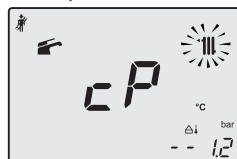

Figura 5.15
- Premendo il tasto 8 è possibile variare la potenza in modalità spazzacamino: con visualizzazione sul display LCD delle lettere **cP** che si alternano con il valore di temperatura dell'acqua di riscaldamento (es. **78**), siamo in "funzione spazzacamino" alla potenza massima in riscaldamento (Figura 5.15);